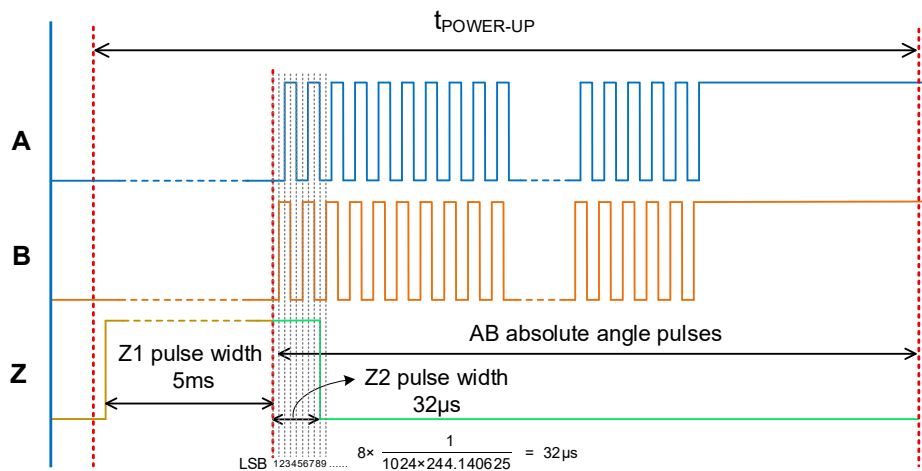
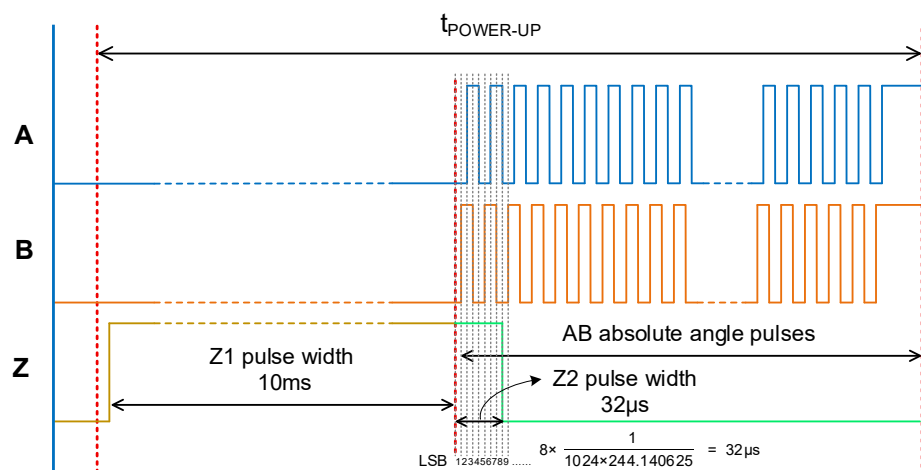

图 13：脉冲序列 2
图 14：脉冲序列 3
- 脉冲序列 2：上电期间 Z1 脉冲从低拉高持续 5ms 后，AB 输出上电初始位置的绝对角度脉冲信号，如图 13 所示；
- 脉冲序列 3：上电期间 Z1 脉冲从低拉高持续 10ms 后，AB 输出上电初始位置的绝对角度脉冲信号，如图 14 所示。
在脉冲序列 2 和 3 中,Z 脉冲可分为 Z1 和 Z2 两个部分。Z1 的高电平持续时间为固定值,在脉冲序列 2 下为 5ms，在脉冲序列 3 下为 10ms。Z2 的高电平时间则完全取决于 ABZ 分辨率和 Z 信号宽度寄存器的配置。用户可以通过读取 Z 脉冲高电平过渡点（Z1 高电平末端，Z2 高电平起始端）后的 AB 脉冲数，计算得到上电初始位置角度（相对于芯片的零点而言），即上电绝对角度，计算公式与分辨率 PPR 及 AB 脉冲数有关（见表 9）。并且 AB 输出脉冲频率与分辨率 PPR 相关，计算公式为：频率=PPR×244.140625(Hz)。当 ABZ 分辨率设置为 1024，Z 信号宽度寄存器配置为 8 LSB 时，脉冲序列 2 和 3 的 ABZ 输出波形如图 13 和图 14 所示。